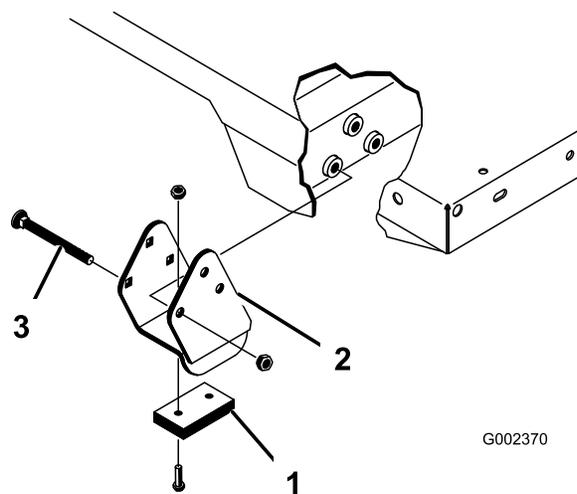

Figure 44
Remarque: Installez les entretoises et les cales d'usure (Figure 44) en plaçant les têtes des boulons à l'intérieur de la machine.
2. Placez le plateau sur le cadre de la machine avec précaution, en alignant les trous des plaques de pivot arrière sur ceux du profilé arrière du cadre. Installez ensuite les 2 axes et goupilles à anneau (Figure 44).
4. Insérez l'axe par l'extérieur du plateau, la goupille à anneau étant à l'extérieur (Figure 44).